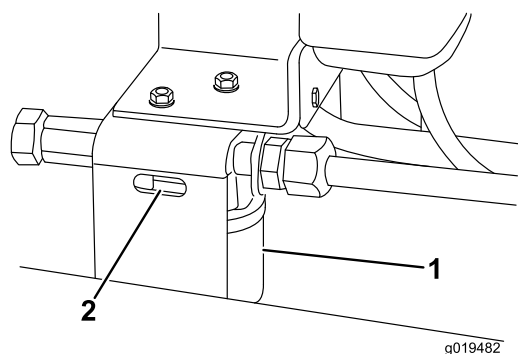

Figura 78
2. Limpie la zona alrededor de la zona de montaje del filtro. Coloque un recipiente debajo del filtro y retire el filtro (Figura 78).